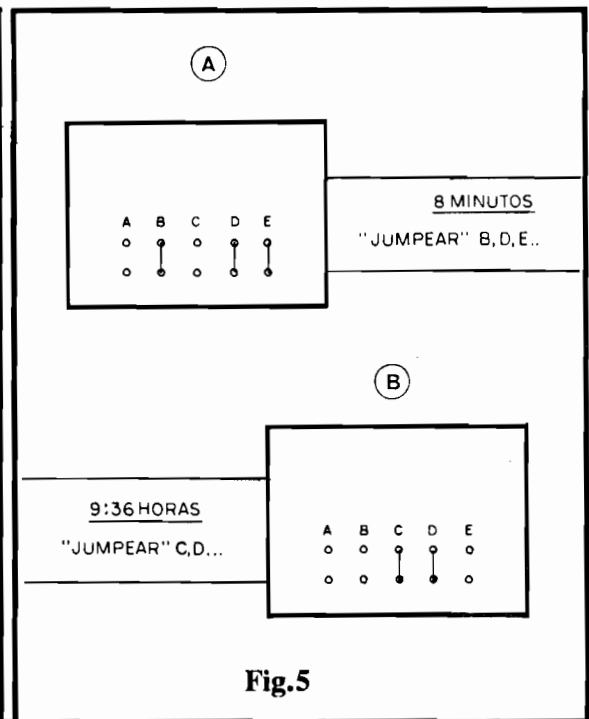

Fig.5
- FIG. 5 - EXEMPLOS DE PROGRAMAÇÃO - Confirmem com a Tabela mostrada, os dois exemplos de programação por "jumpeamento", sendo que em 5-A, com **straps** fechando os pontos B-D-E, obtemos um período de 8 minutos, e, em 5-B, com o "fechamento" dos pontos C-D, temos uma temporização de 9 horas e 36 minutos...